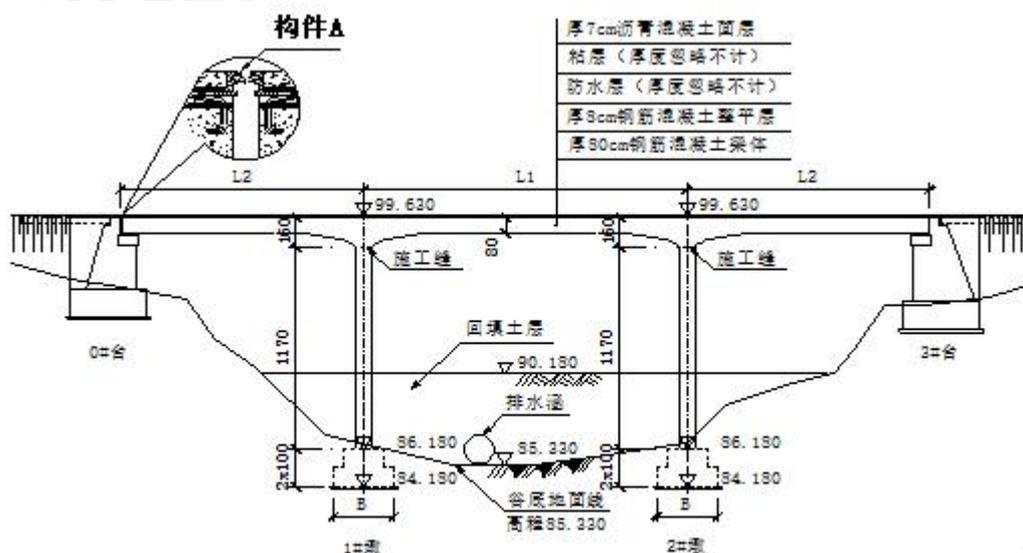

图 5 桥梁立面布置示意图
某公司承建一座城市桥梁工程。该桥跨越山区季节性流水沟谷, 上部结构为三跨式钢筋混凝土结构, 重力 U 型桥台, 基础均采用扩大基础; 桥面铺装自下而上为厚 8cm 钢筋混凝土整平层+防水层+粘层+厚 7cm 沥青混凝土面层; 桥面设计高程为 99.630m。桥梁立面布置如图 5 所示:
1、写出图 5 中构件 A 的名称。
2、根据图 5 判断,按桥梁结构特点,该桥梁属于哪种类型?简述该类型桥梁的主要受力特点。